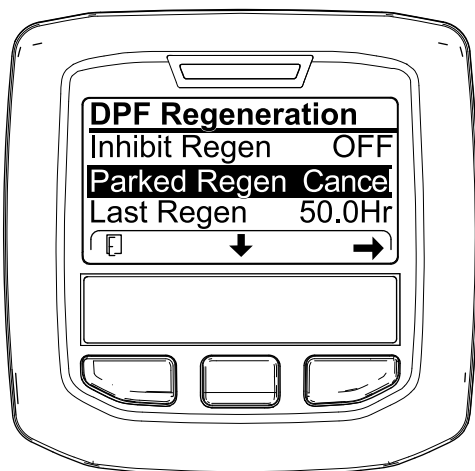
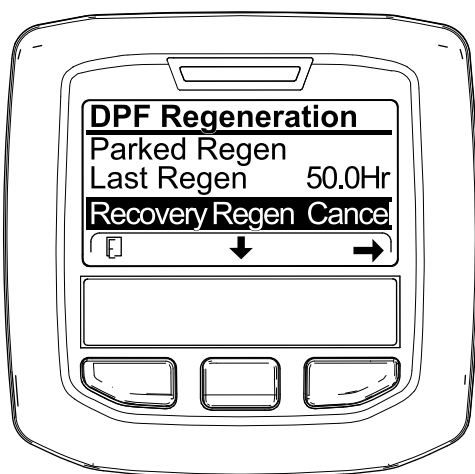

Рисунок 62
Рисунок 63
1. Перейдите к меню регенерации DPF (Рисунок 62).
2. Нажмите среднюю кнопку, чтобы перейти вниз к опции PARKED REGEN CANCEL (ОТМЕНА СТАЦИОНАРНОЙ РЕГЕНЕРАЦИИ) (Рисунок 62) или к опции RECOVERY REGEN CANCEL (ОТМЕНА ВОССТАНОВИТЕЛЬНОЙ РЕГЕНЕРАЦИИ) (Рисунок 63).
3. Нажмите правую кнопку для выбора опции Regen Cancel (Отмена регенерации) (Рисунок 62 или Рисунок 63).